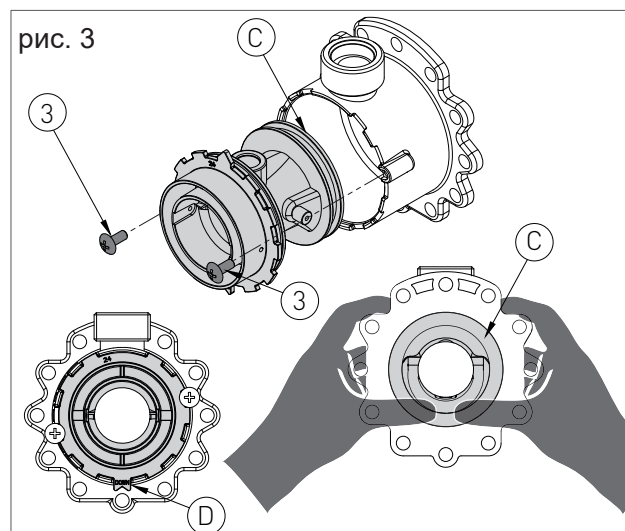

рис. 3
- › Снимите два винта (поз. 3 на рис. 3) и нажмите на заднюю часть трубки Вентури (C на рис. 3).
- › Замените установленную трубку Вентури на соответствующую новому типу газа (для метана код продукта 30-00225, для сжиженного газа код продукта 30-00226). Убедитесь, что зубец (поз. D на рис. 3) направлен к нижней части алюминиевого корпуса (см. рис. 3).